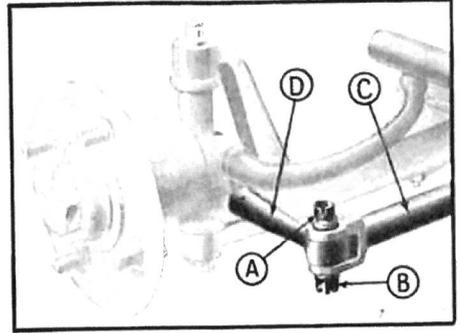

Fig. 251. — Essieu AV.
- 1—Enlever l'axe hors d'usage après avoir dégoupillé et dévissé son écrou (fig. 251).